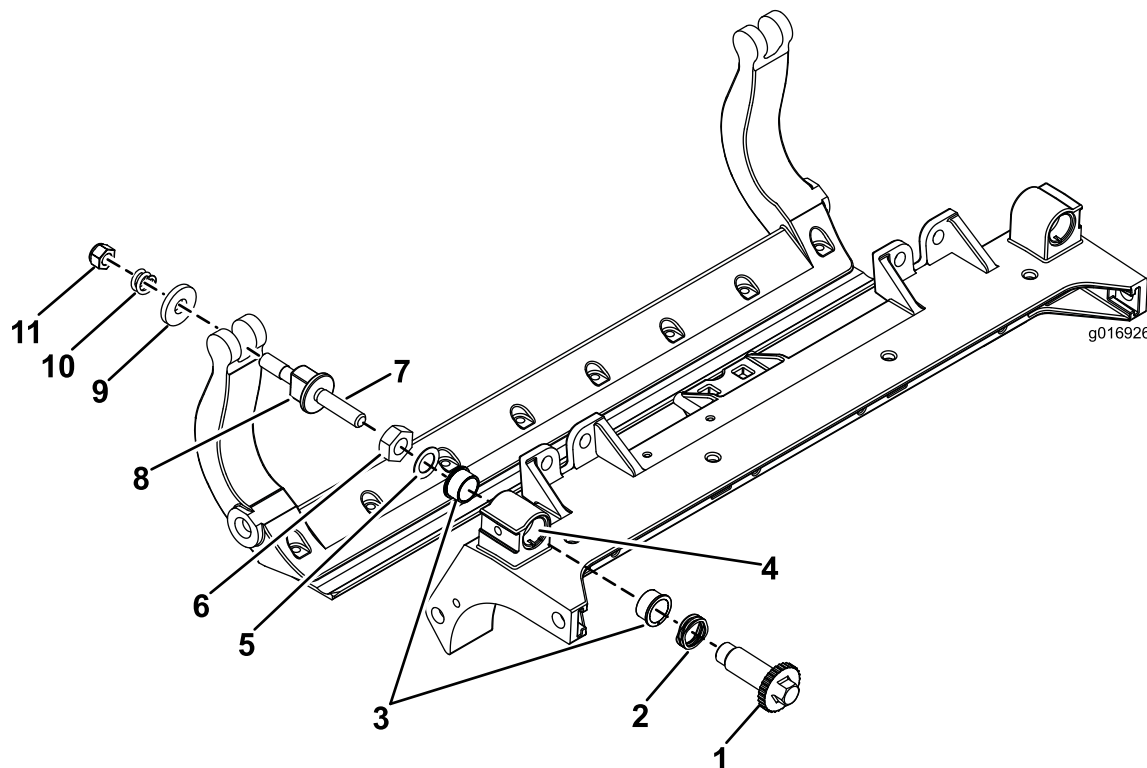

Figura 33
1. Rimuovete tutti i componenti (fate riferimento alle *Istruzioni per l'installazione* del kit DPA HD (Modello N. 120-7230) e a Figura 33).
2. Applicate del lubrificante antigrippaggio all'interno dell'elemento in cui vanno montate le boccole, sul telaio portante dell'apparato di taglio (Figura 33).
3. Allineate le chiavette sulle boccole flangiate alle scanalature sul telaio e montate le boccole (Figura 33).
4. Montate una rondella ondulata sull'albero del dispositivo di regolazione e inserite l'albero all'interno delle boccole flangiate sul telaio dell'apparato di taglio (Figura 33).
5. Fissate l'albero del dispositivo di regolazione con una rondella piana e un dado di bloccaggio (Figura 33). Serrate il dado di bloccaggio a una coppia di 20-27 N·m.
Nota: Collocate una rondella in nylon su ciascun lato della flangia di estremità della piastra laterale. Posizionate una rondella in acciaio all'esterno di ciascuna rondella in nylon (Figura 33).